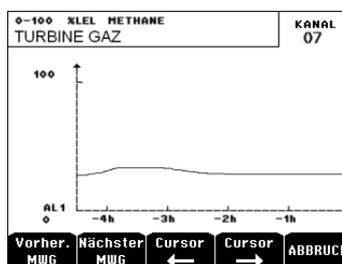

Abbildung 45: Beispiel für grafische Messwertanzeige
- **GRAPH:** Anzeige der Messwerte der letzten 4 Stunden als Grafik (Abbildung 45). Die Tasten „Cursor →“ und „Cursor ←“ ermöglichen das Bewegen auf der Zeitachse. Auf der vertikale Achse wird die Gaskonzentration zum ausgewählten Zeitpunkt angezeigt. Drücken Sie „ABBRUCH“ um zur normalen Anzeige zurückzukehren.